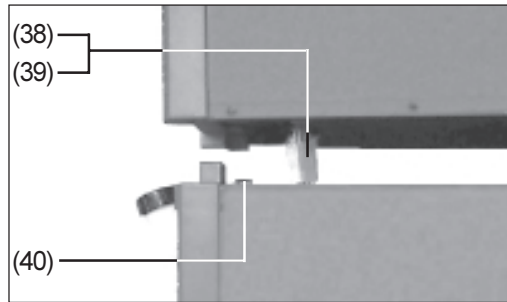

Abb.9 Steckverbindung zwischen Stromquelle und Kühlgerät
- Verbindungsstecker (38) der Stromquelle so weit wie möglich durch die Öffnung an der Unterseite ziehen (Abb.9)
- Steckverbindung (39) zwischen Stromquelle und Kühlgerät herstellen (Abb.9)
- Stromquelle vorsichtig auf das Kühlgerät aufsetzen (Abb.9)